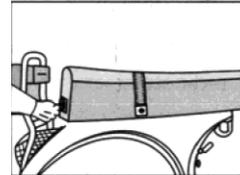

Abb. 18
- 1.3 **Sitzbankschloss:** Stecken Sie den Schlüssel in das Schloss und drehen Sie diesen nach rechts um den Verschluss zu entriegeln und nach links zum Verriegeln. Um die Sitzbank zu öffnen drücken Sie das Schloss nach innen und öffnen Sie die Sitzbank. (Abb. 18 + 19)